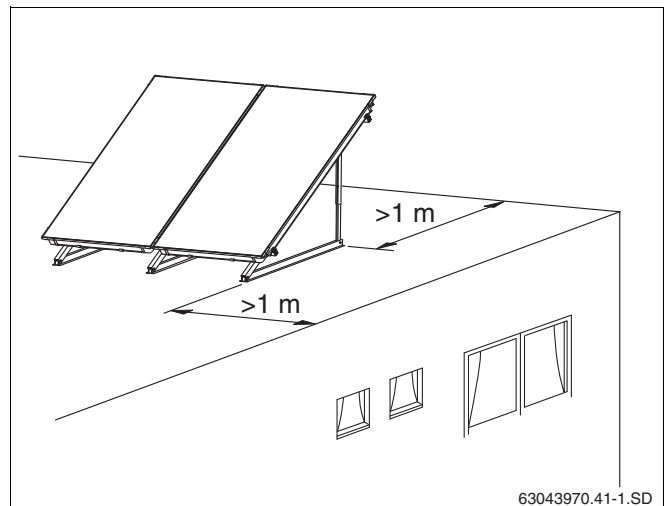

Fig. 15 Afstand fra tagets kant
- Før montering skal der være en afstand på minimum én meter mellem fladtagsstativerne og fladtagets kant (fig. 15).